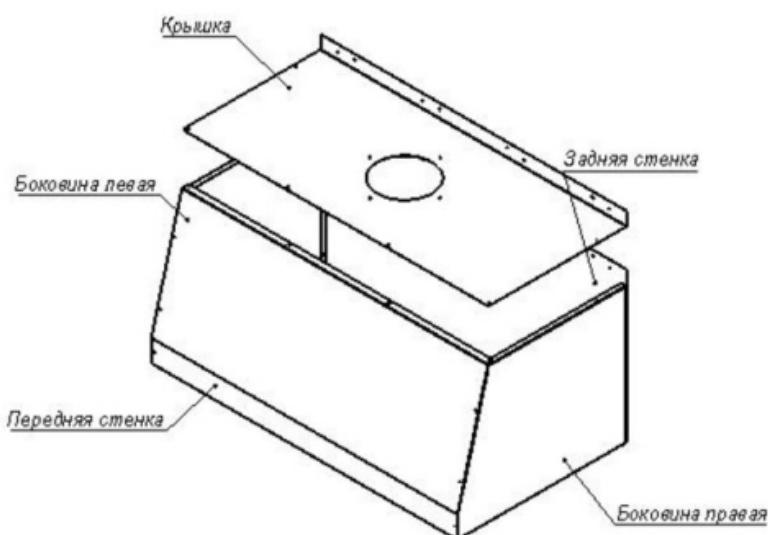

Рис. 3. Установка крышки зонта
- 6.2. Соединить крышку с боковыми, передней и задней стенками при помощи винтов M4x10 с шайбами и гайками (Рис. 3).